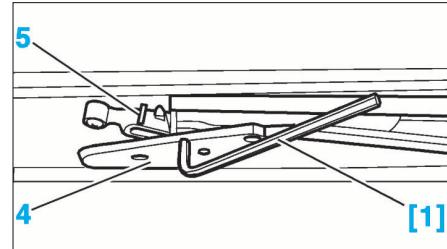

FIG. 80
- Mettre les mécanismes (4) et (5) au point zéro (Fig.80) :
- avancer la coulisse (5) contre la butée avant
- amener le chariot (4) de façon à aligner les trous ($\varnothing 3$ mm) des deux mécanismes